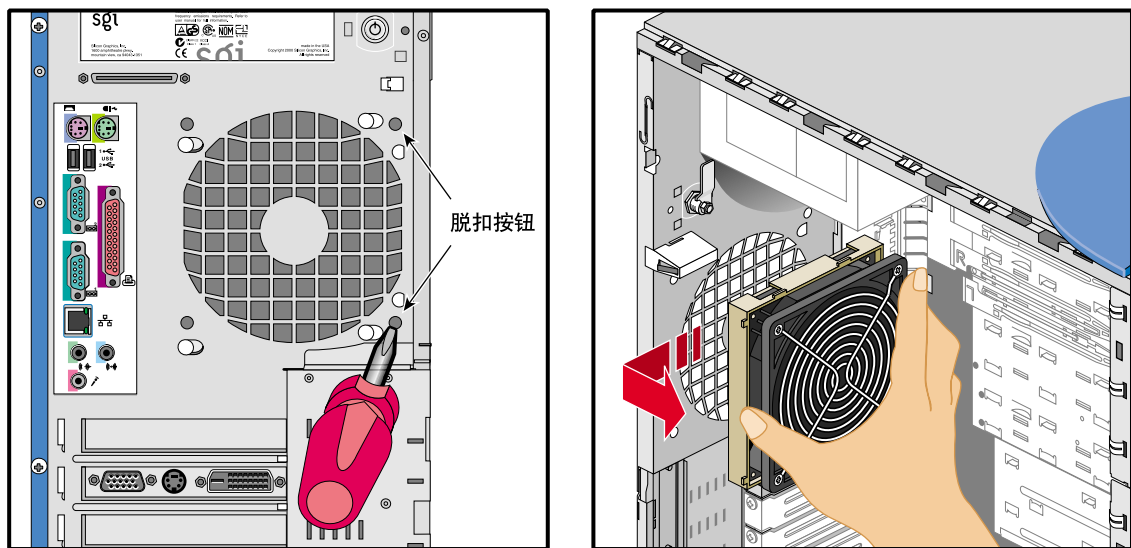

图 2-12 松开脱扣按钮，取下后置风扇
4. 找到后面板背面的两个风扇脱扣按钮，如图 2-12 所示。
5. 使用尖头工具（如梅花槽螺丝刀）推其中一个脱扣按钮，同时将风扇向上拉，直到脱扣按钮脱离槽口。推第二个脱扣按钮时仍要向上拉风扇，直到该风扇脱离机架为止。其过程如图 2-12 所示。